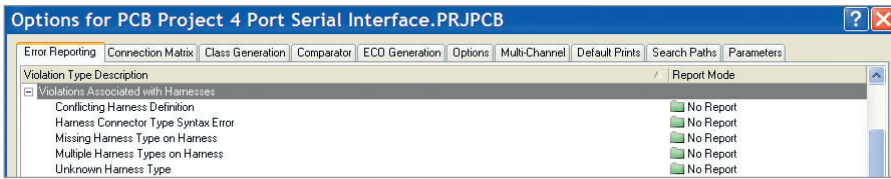

Рис. 12. Предупреждения, связанные со жгутами
- 5. *Violations Associated with Harnesses* – предупреждения, связанные со жгутами (см. рис. 12). Не рассматриваются в данной статье. Если на схеме не используются жгуты, то все нарушения данной группы можно выключить из проверки.